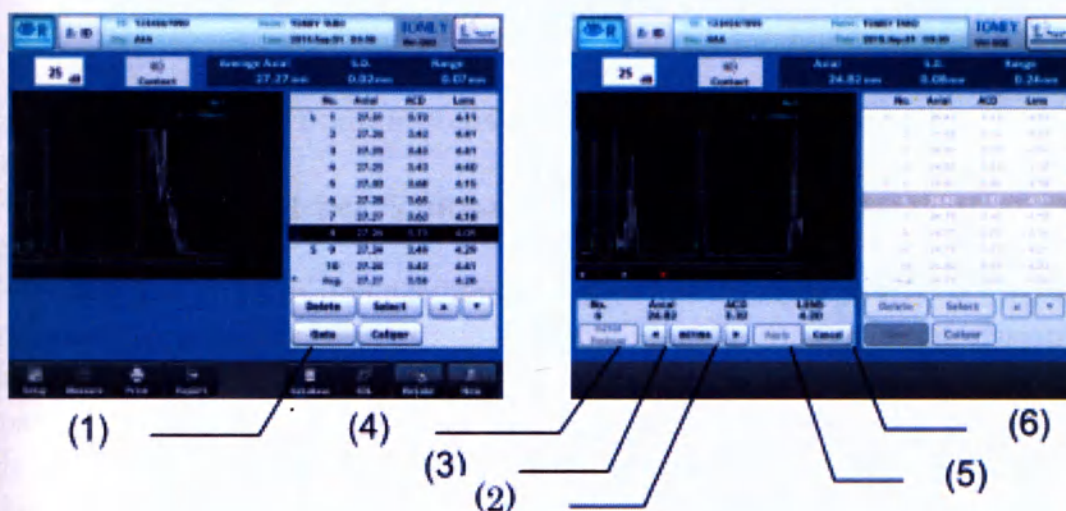

Рисунок 2
1) Нажмите кнопку «Входной фильтр» (1), чтобы открыть экран изменения входного фильтра (Рисунок 2).
2) Используйте кнопки выбора курсора (2), чтобы выбрать курсор входного фильтра.
3) Используйте кнопки «перемещение курсора входного фильтра» (3) для изменения положения активного курсора входного фильтра. Измененные данные измерений отображаются в поле редактирования данных вместе с перемещением курсора входного фильтра.
4) Нажмите кнопку «Начальное положение» (4), чтобы отменить изменения.